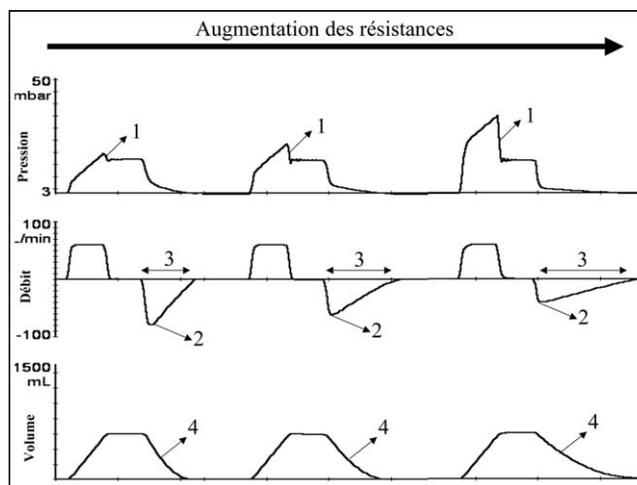

Fig. 4 Courbes de pression, débit et volume en fonction du temps lors d'une augmentation des résistances
- Augmentation des résistances (Fig. 4) ;